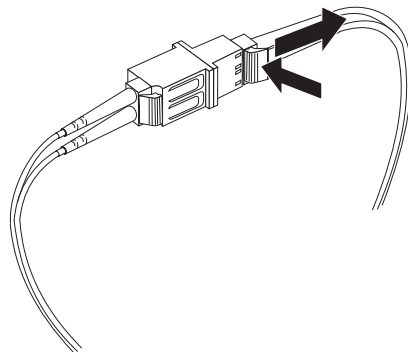

Abbildung 27. LC-LC-Fibre-Channel-Kabel von einem LC-SC-Fibre-Channel-Kabeladapter entfernen
2. Ziehen Sie vorsichtig an dem Stecker, um ihn zu entfernen. Achten Sie darauf, dass Sie am Stecker und nicht am Kabel ziehen, wenn Sie das LC-LC-Kabel, wie in Abb. 27 dargestellt, aus dem LC-SC-Kabeladapter ziehen.